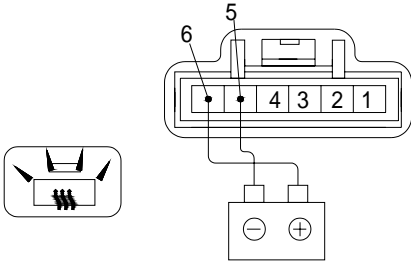

图10-10-4 检查除霜器开关照明灯
(2) 检查除霜器开关灯。如图10-10-4 所示,将蓄电池正极与除霜器开关端子6相连, 负极与端子 5 相连, 除霜器开关照明灯应亮。若工作不符合要求, 则应更换除霜器开关。